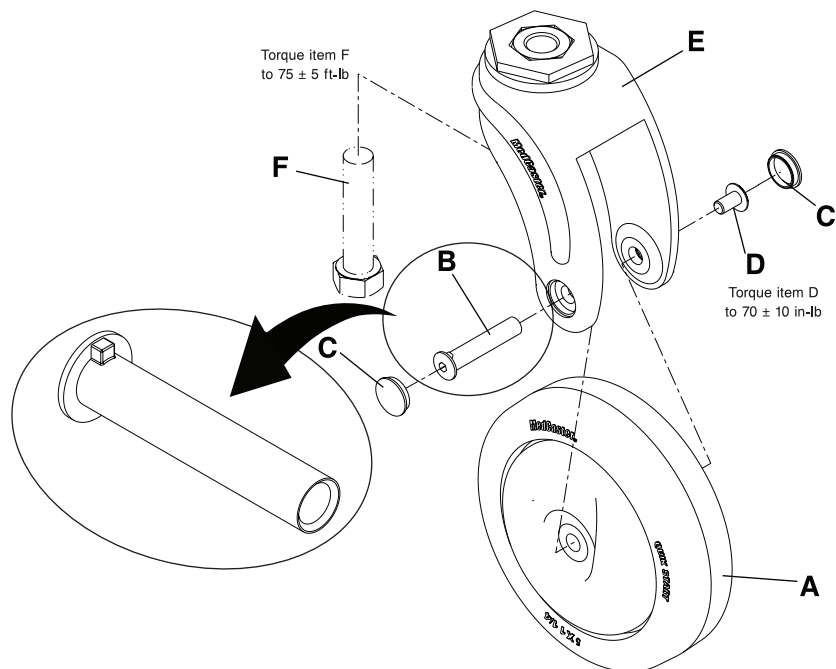

Fig. 8-26: Udskiftning af forreste svinghjulssamling
2. Brug et spidst redskab til at fjerne og kassere hæfterne (C) på cylindermøtrikkerne til svinghjulets aksel (Fig. 8-26 på side 8-42).
3. Brug to 5/32 tommer sekskantnøgler til at fjerne akslens cylindermøtrik (B) og akselskruen (D). Kassér akslens cylindermøtrik og akselskrue.
4. Tag fat i det forreste svinghjul (A), og træk det udad for at frigøre det fra gafflen (E). Kassér det forreste svinghjul.
5. Brug en 3/4 tommer topnøgle og en 3/8 tommer skraldenøgle til at fjerne bolten (F) og gafflen (E) fra stolerammen. Kassér gafflen.
6. Gentag trin 2-5 i modsat rækkefølge for at installere den leverede svinghjulssamling. Brug en 3/8 tommer drejementnøgle (ft-lb) til at spænde bolten (F) til  $75 \pm 5$  ft-lb ( $102 \pm 7$  Nm), før svinghjulet installeres i gafflen. Brug en 3/8 tommer drejementnøgle (in-lb) til at spænde akselskruen (D) til  $70 \pm 10$  in-lb ( $8 \pm 1,1$  Nm).
**Bemærk:** Hovedet på akslens cylindermøtrik (B) er forsynet med en hævet markering (Fig. 8-26 på side 8-42). Justér møtrikken i hjulgafflen (E).